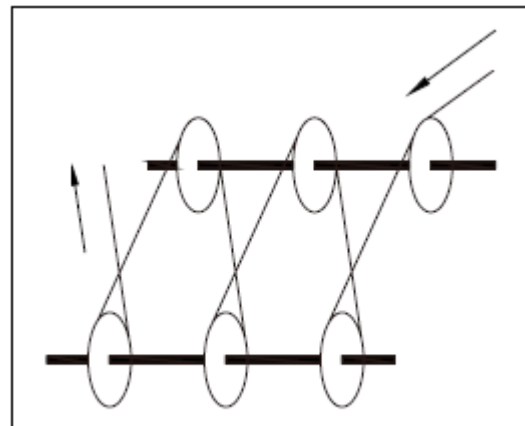

Fig.4-3.66
7) Introduza o cabo de aço com o número desejado de partes da linha; Veja Fig.4-3.66.